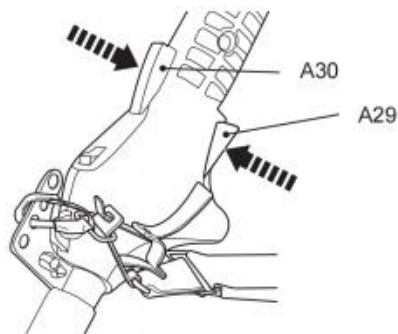

Fig. 41
8. Drücken Sie die Gashebelsperre (A30) und den Gashebel (A29), um das Produkt zu betreiben (Abb. 41).